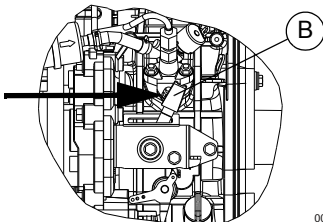

Figura 3-3. Palanca de control del motor
5. Vea la Figura 3-3. Conmute la palanca de control del motor a Run (funcionamiento) (B).
Para volver a poner en marcha el motor, se debe mover la palanca de control del motor a Run (funcionamiento) (B). Vea la Figura 3-3.